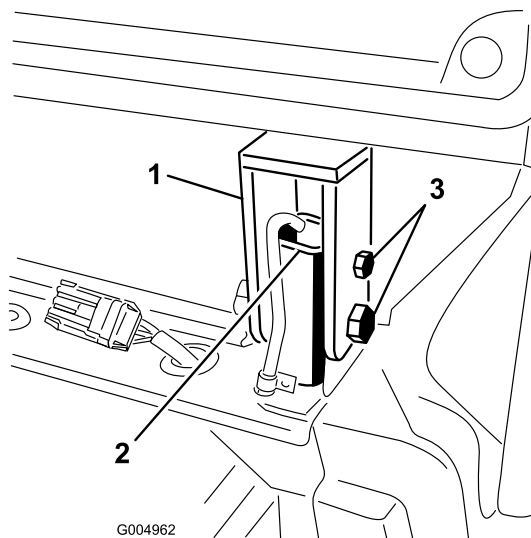

Figura 81
32. Retire os parafusos e as porcas que fixam a montagem traseira da cabina às colunas ROPS (**Figura 81**).